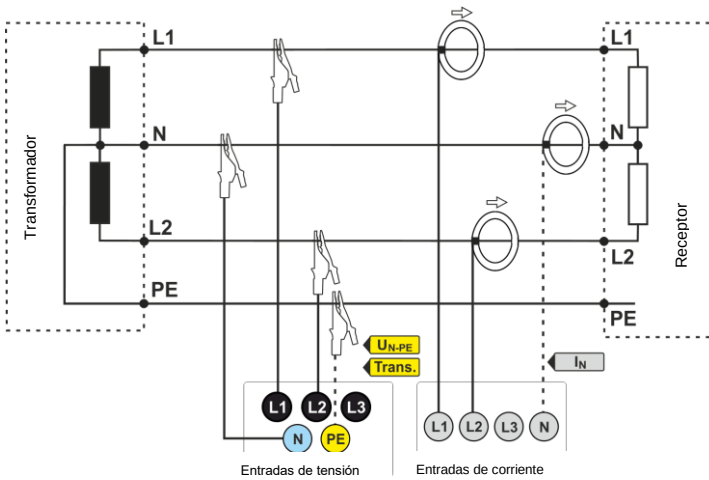

Fig. 17. Esquema de conexión – sistema bifásico.
- bifásica (con bobinado dividido del transformador llamado en inglés *split phase*) (Fig. 17),